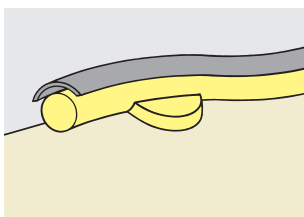

Fig. 3
- Bei resilienter Konstruktion wird die Entlastungsrinne aus Zinn okklusal auf der gesamten Länge des Steges angepasst (Fig. 3). Nach dem Stopfen wird die Entlastung wieder entfernt.